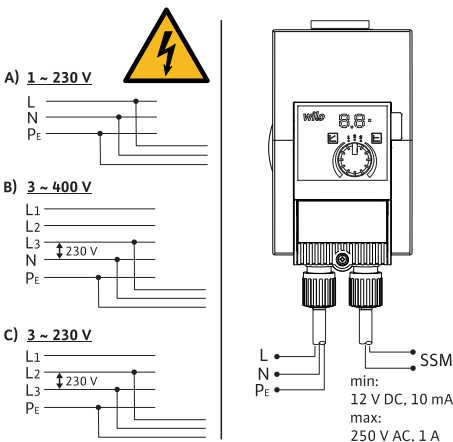

Fig. 3: Liitäntämahdollisuudet
- Liitäntä 230 V:n pienjänniteverkkoihin. Liitettäessä IT-verkkoihin (Isolé Terre – verkkomuoto) on ehdottomasti varmistettava, että vaiheiden (L1–L2, L2–L3, L3–L1 → Fig. 3) välinen jännite ei ylitä 230:tä voltia.